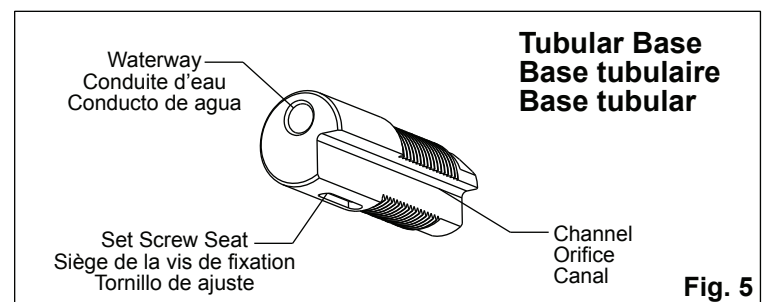
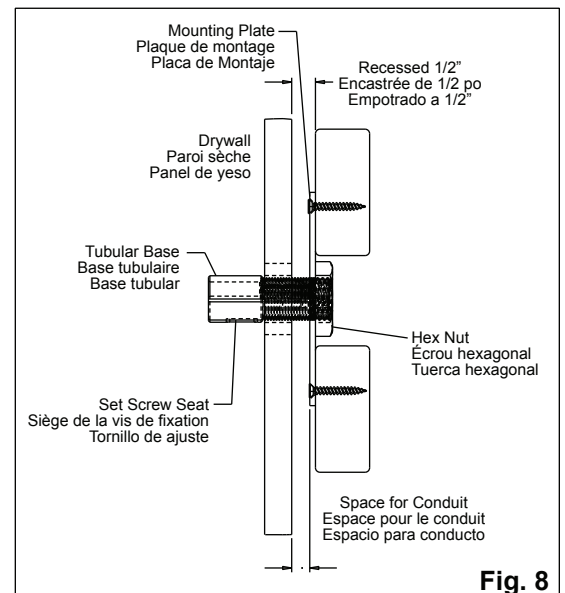

Fig. 5
Fig. 8
6. Unthread the hex nut and remove from faucet. *See Figure 8.*
6. Défiletez l'écrou hexagonal et retirez-le du robinet. *Voir la figure 8.*
8. Thread tubular base (see Figure 5) into the mounting plate, ensure set screw seat is on the bottom and a portion of it will be exposed on finished side of drywall. *See Figure 8.*
8. Filetez la base tubulaire (*voir figure 5*) dans la plaque d'assemblage, veillez à ce que le siège de la vis de fixation soit au fond et qu'une portion soit exposée sur le côté fini de la paroi sèche. *Voir la figure 8.*